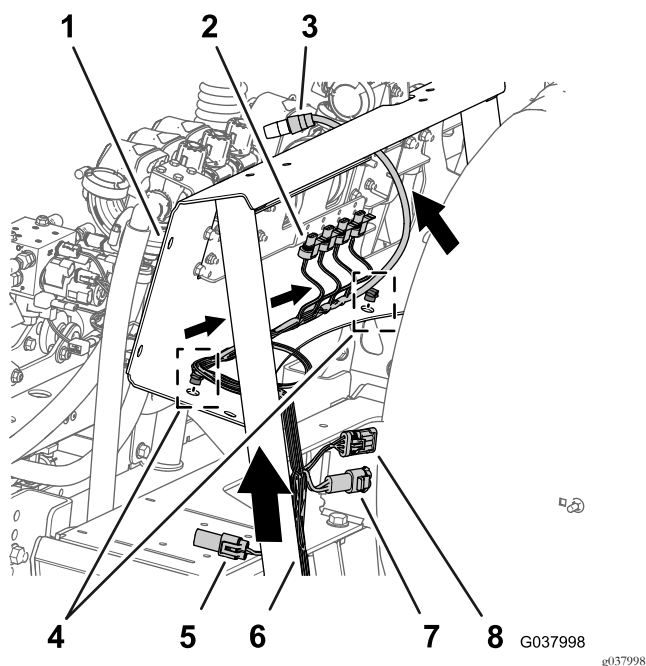

图112
1. 如图112所示沿着阀门安装架支柱的内侧放置线束的 76cm 支管后部朝向喷洒臂段阀和搅拌阀。
2. 将 76cm 线束支管的推进式紧固件插入歧管安装架下方法兰的孔中图112。